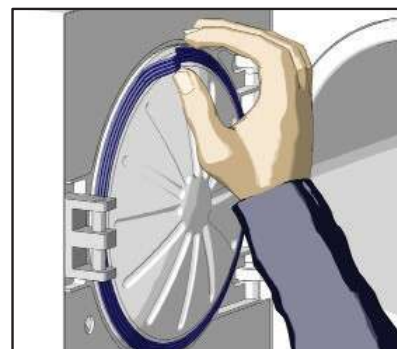

figura 22
1. Afferrare delicatamente la guarnizione con una mano ed estrarla lentamente (figura 22).